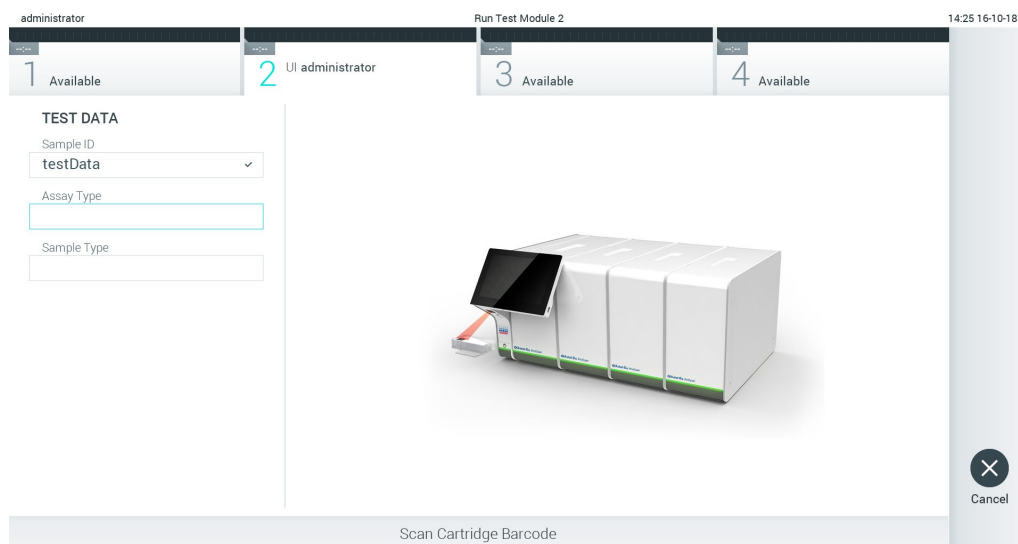

图 24. 扫描 QIAstat-Dx 检测试剂盒条形码。
3. 出现提示时，扫描要使用的 QIAstat-Dx 检测试剂盒的条形码。QIAstat-Dx Analyzer 1.0 会根据 QIAstat-Dx 检测试剂盒条形码自动识别要运行的检测（下图 24）。